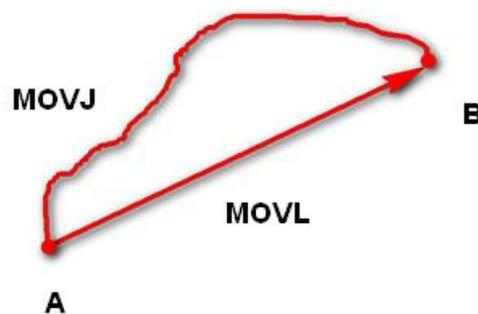

图 2.1 MOVL 和 MOVJ 运动模式
- MOVJ：关节运动，由A点运动到B点，各个关节从A点对应的关节角运行至B点对应的关节角。关节运动过程中，各个关节轴的运行时间需一致，且同时到达终点，如图 2.1所示。
- MOVL：直线运动，A点到B点的路径为直线，如图 2.1所示。